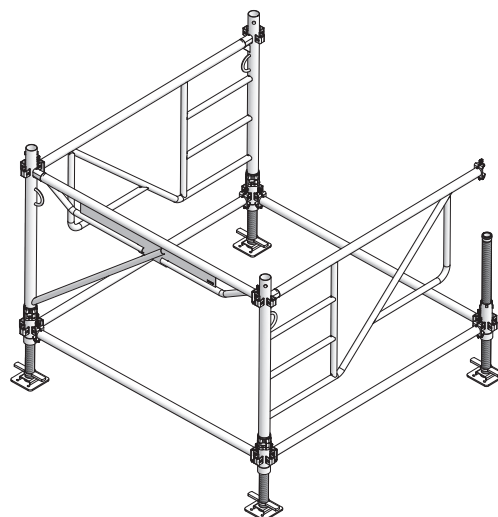

Fig. 10.1
8. Insérer les cadres 100 MT sur les vérins de pied restants, de l'intérieur avec un angle de 45°, puis les faire pivoter vers l'extérieur pour arriver en butée (Fig.10.1).